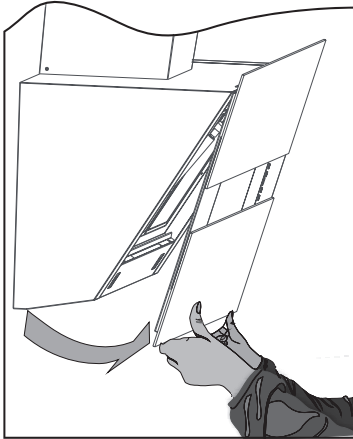

Abb.6: Randabsaugungsplatte aufklappen
- Randabsaugungsplatte aus der Arretierung lösen und nach vorne klappen (rückseitige Scharniere verhindern ein Herausfallen) (⇒ Abb. 6).